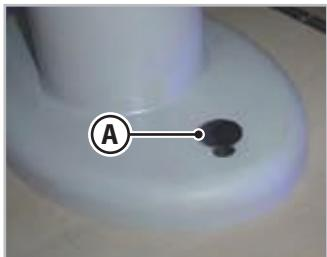

Fig.6.25 - Pied télescopique
1. Appuyer avec le pied sur le bouton (A - Fig.6.25) situé à la base de la table.